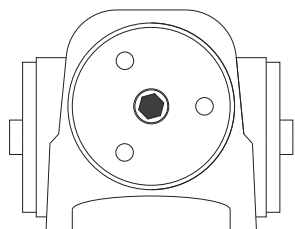

Рисунок 2
2. Регулировочным винтом на торце доводчика (рисунок 2), используя таблицу 2, отрегулируйте мощность пружины.